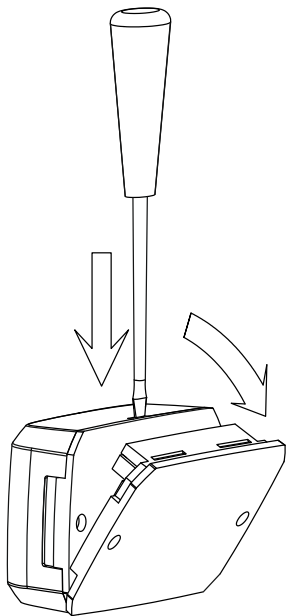

Рисунок 2. Снятие крышки преобразователя
- 3.5 Снимите крышку с зацепов при помощи шлицевой отвёртки (см. рис. 2).